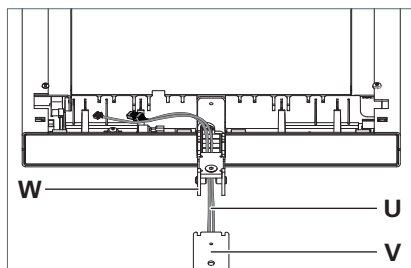

Fig. 10: Leuchtenkopf auf Tragrohr montieren.
- Führen Sie die Leitungen **U** von unten durch den Tragarm **V** am Leuchtenkopf und stecken Sie den Tragarm vollständig in das Tragrohr **W**, siehe Fig. 10.